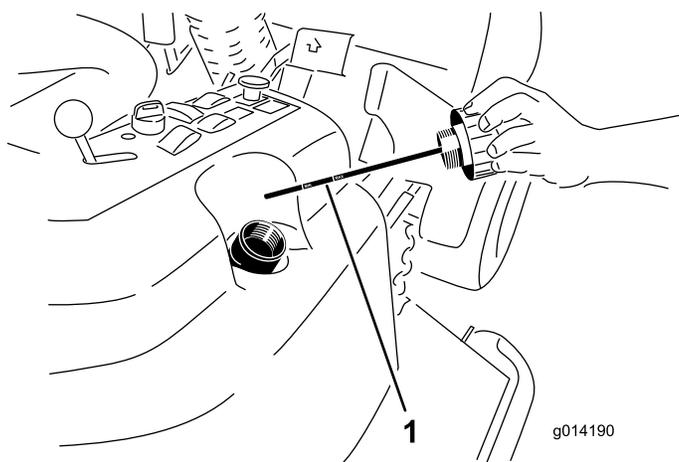

Figura 40
4. Togliete il tappo di riempimento idraulico (Figura 40) dal collo del bocchettone.
5. Togliete l'asta di livello ed asciugatela con un panno pulito (Figura 40).
6. Avvitate a fondo l'asta di livello nel bocchettone di riempimento, quindi estraetela e controllate il livello del fluido (Figura 40).